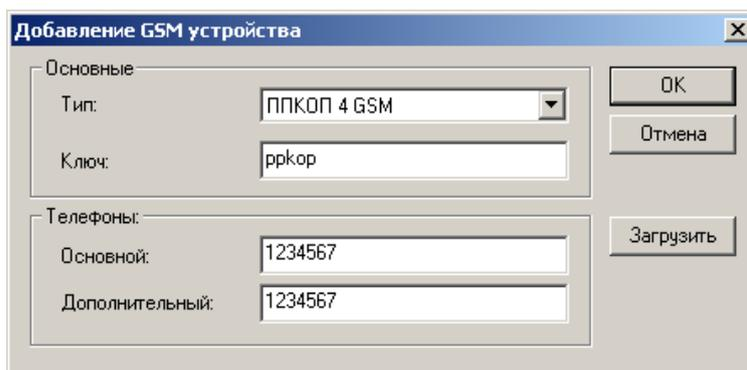

Рисунок 5.89. Указание специфических параметров GSM-устройства
3. После выбора **Типа** устройства может потребоваться указать значения параметров, характерных только для этого типа. В этом случае в диалог добавления добавляются новые поля или открывается новый диалог для указания специфических параметров (рисунок 5.89).